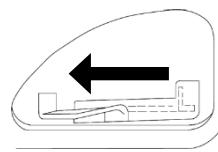

Fig. 12
2. Ruotare la leva dello starter in posizione "CHIUSO". (Fig. 12)